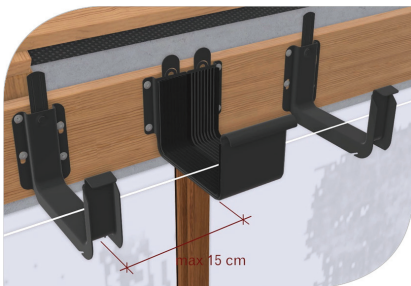

рис. 10
3.4 Если для соединения желобов используется соединитель желоба установите кронштейны на расстоянии не более 15 см от соединителя желоба (рис. 10)